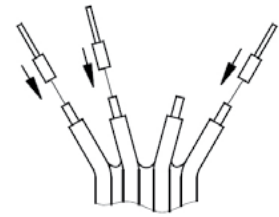

Fig. 7 Bevestig connectorpinnen
- Bevestig connectorpinnen op de zwarte, blauwe en bruine draad. Zie fig. 7.